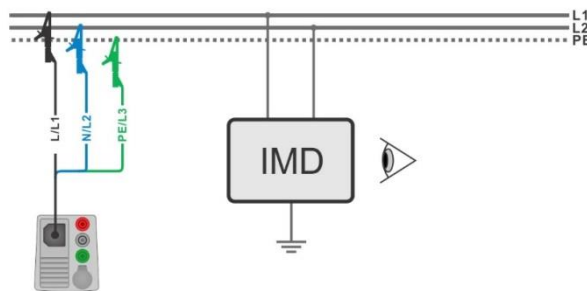

Abbildung 7.137: AUTO IT Messung
- › Schließen Sie den 3-Leiter Prüfadapter am Prüfling an, siehe **Abbildung 7.137**.